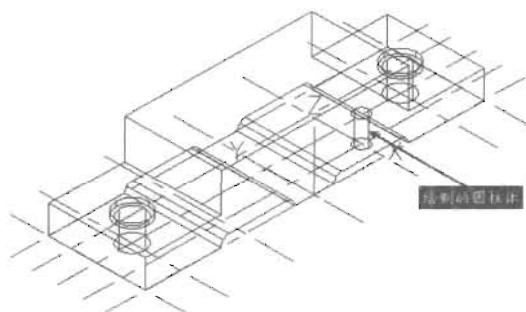

图 14-130
(13) 首先显示辅助线，然后以辅助线的交点为底面圆心，绘制一个半径为 4.5mm、高度为 17mm 的圆柱体，如图 14-130 所示。
(14) 在命令提示行输入 Ucs 命令并回车，将坐标系沿 x 轴旋转 90° ，命令执行过程如下。